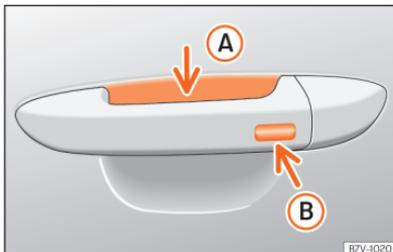

Fig. 50 Manípulo da porta: superfícies sensoras.
»» Fig. 50
- Toque na superfície sensora »» **Fig. 50 B** situada no lado exterior do manípulo da porta. Todos os indicadores de direção piscam uma vez.
- Antes de passarem 5 segundos, toque uma vez no sensor do lado exterior do manípulo da porta »» **Fig. 50 B**. Ao fazê-lo, não agarre o manípulo. O sistema Keyless Access fica desativado temporariamente.
Para fechar com a função de conforto todas as janelas elétricas, mantenha um dedo durante uns segundos sobre a superfície sensora de trancagem »» **Fig. 50 B** [seta] do manípulo da porta até que se tenham fechado.